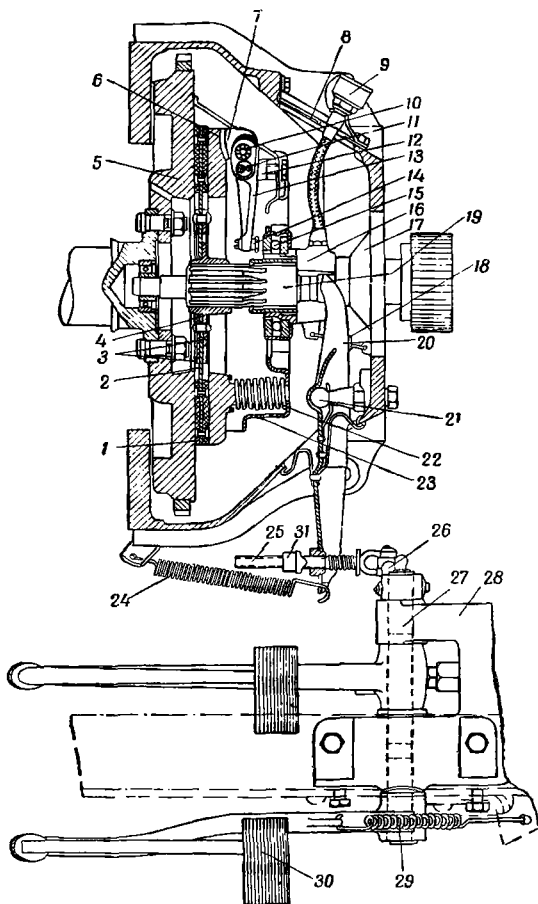

Рис. 110. Одподишковое сцепление автомобиля ГАЗ-51
1. Свободный ход педали сцепления регулируют, изменяя рабочую длину соединительной тяги вращением в нужном направлении регулировочного приспособления — барашка, гайки, соединительной вилки или самой тяги. Например, для увеличения свободного хода педали нужно: а) в автомобилях ГАЗ-51 и ЗИЛ-150, у которых соединительная тяга работает на растяжение (как на рис. 110–112), свинчивать гайку, наконечник, барашек или вилку (удлинить тягу); б) в автомобиле «Победа», у которого соединительная тяга работает на сжатие (педаль толкает тягу), навинчивать наконечник (укоротить тягу). После регулировки надо надежно закрепить регулировочное приспособление: в автомобиле «Победа» затянуть контргайку; в автомобилях ГАЗ-51 и ЗИЛ-150 установить барашек выступом в фиксирующей прорези.